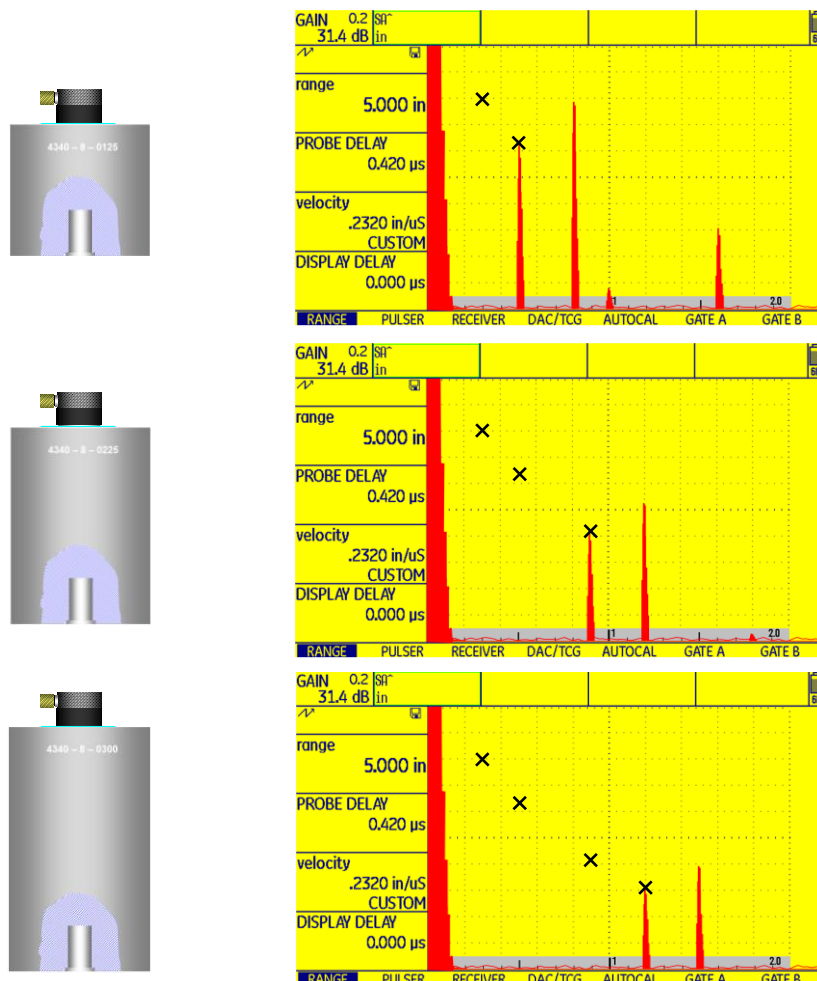

Figura No. 109: Tercer paso para construir una curva DAC
- Colocar el transductor sucesivamente sobre cada uno de los bloques, maximizar la indicación del reflector y marcar sobre la pantalla la posición del pico de cada indicación, figura No. 109.